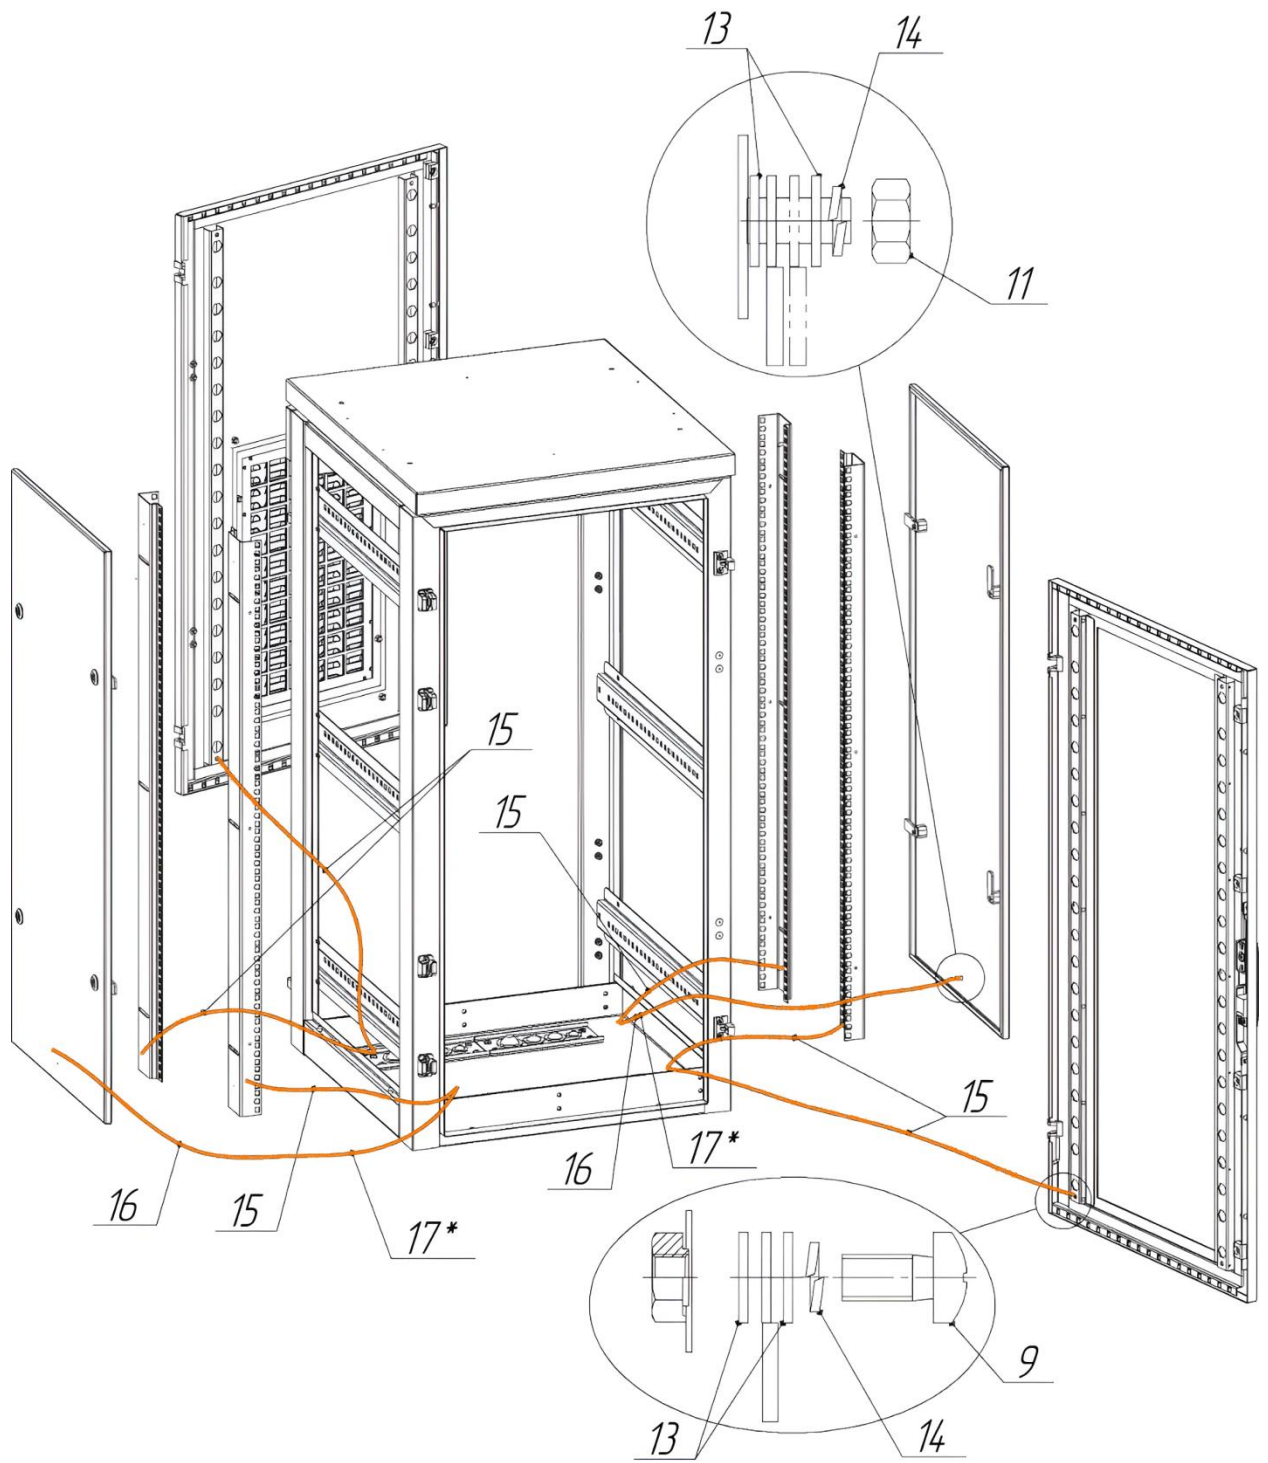

Рис.7
7.1- На шпильки заземления установить провода и соединить элементы шкафа согласно схемы заземления (рис. 7). Провода на шпильках закрепить гайками (11), шайбами плоскими (13) по 2 шт., шайбами пружинными (14). На дверях (21) и (23) провода закрепить винтами (9), шайбами плоскими (13) по 2шт, шайбами пружинными (14).